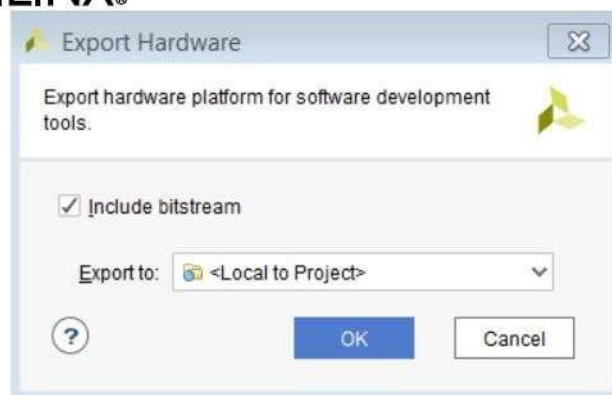

图 10-20: 导出硬件对话框
- 2.在 **Export Hardware** 对话框(图 10-20)中，确保包含的 bit 流是启用并单击 **OK**。